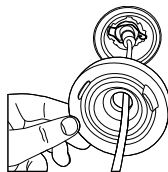

Figura 5
- Monte la junta en la bombilla H4 y asegúrese de que se encuentra en la posición correcta, como se muestra en la figura 5.